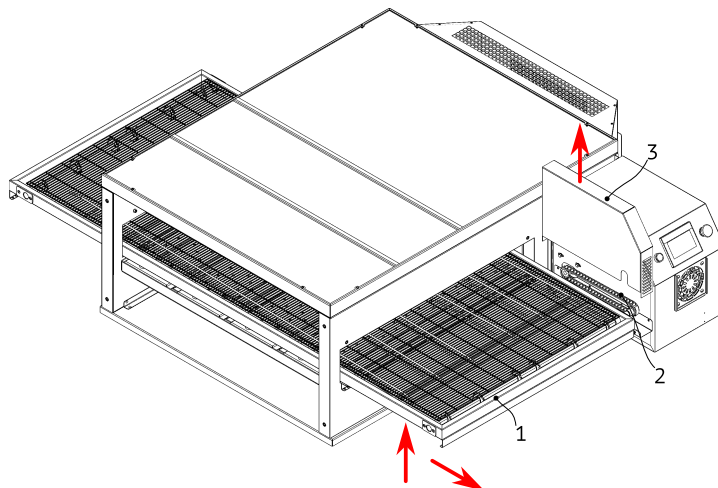

Рисунок 12
8. Снимите кожух цепной передачи (3), см. Рис. 12.
9. Станьте перед панелью управления, возьмитесь за конвейер (1), приподнимите, вдвиньте немного внутрь, чтобы расслабить цепь (2); снимите цепь и вытащите конвейер. ВНИМАНИЕ! Во избежание получения травм и повреждения изделия извлекать конвейер следует вдвоём.